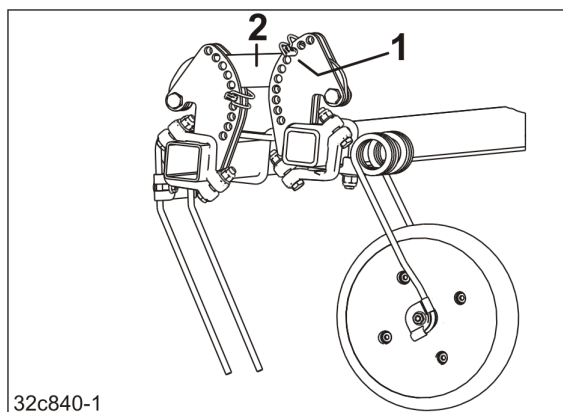

Рис. 196
3. Для налаштування робочої глибини зубів штригеля необхідно встановити шплінт (Рис. 196/1)
- о над тягою (Рис. 196/2),
Чим глибше вставлений складаний шплінт (Рис. 196/1) в регульованому сегменті, тим більше робоча глибина.